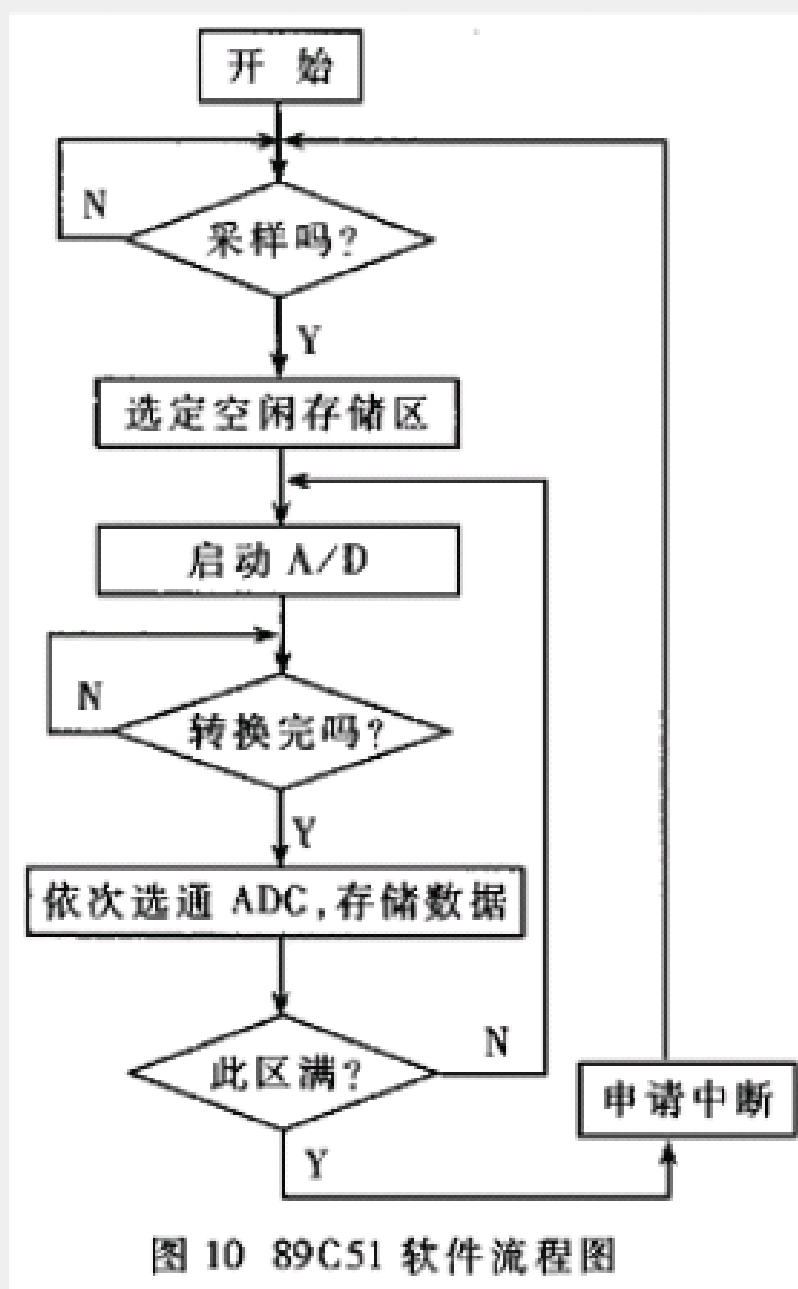

图 10 89C51 软件流程图
53. 系统软件包括主机程序和逻辑控制模块中 89C51 程序。软件的关键是单片机控制 A/D 转换器和存储器部分, 软件流程见图 10。